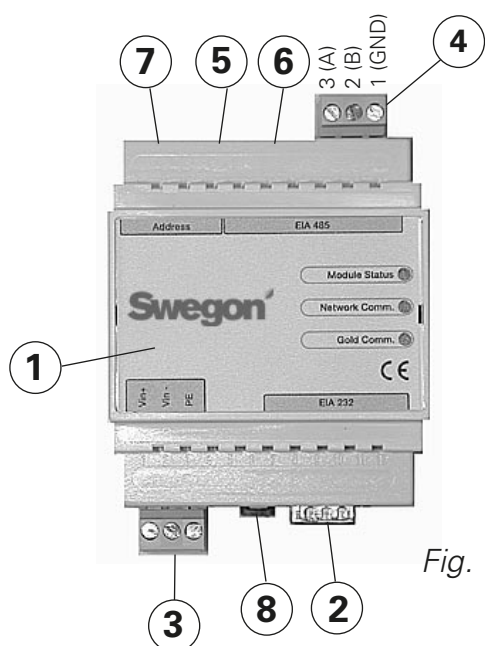
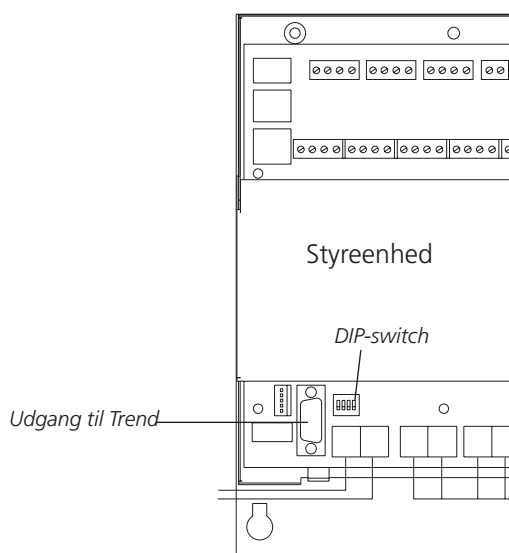
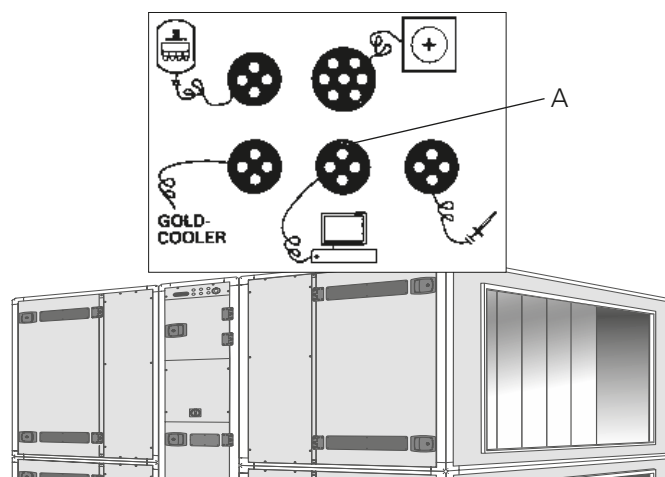

Fig. 1
Fig. 5
Fig. 6
Tilslut klemmerne Vin+ (1) og Vin- (2), se fig. 1, til GOLDen GATE-enheden til en separat netdel med den rigtige kapacitet eller til GOLD-aggregatets 24 V AC klemrække afhængigt
Sæt en af switchene 8 (se fig. 1) i stilling ON ved konfigurationen. Switchen skal være i stilling ON inden tilslutning af 24 V strømforsyning.
Når konfigurationen er klar, og alle parametre gemt, skal strømforsyningen til enheden afbrydes i ca. 30 sekunder, inden indstillingerne begynder at være gældende. Sæt alle switchene 8 tilbage (se fig. 1) i stilling OFF.
Benyt det medfølgende datakommunikationskabel med 6-polet modularstik RJ12 til 6 (se fig. 1) samt 9-polet sub-D til GOLD (se fig. 5). DIP-switch 4 på GOLD-aggregatets styreenhed skal stå i stilling ON og DIP-switch 3 i stilling OFF, se figur 5.
Tilslut det medfølgende datakommunikationskabel med 6-polet modulkontakt RJ12 til 6 (se fig. 1) samt det runde stik til GOLD (se fig. 6).